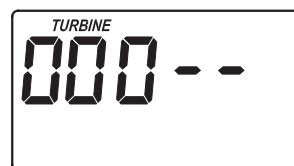

FIG. 26
1. Appuyez sur le bouton CHOISIR et maintenez-le enfoncé jusqu'à ce que l'écran de la figure 26 s'affiche.